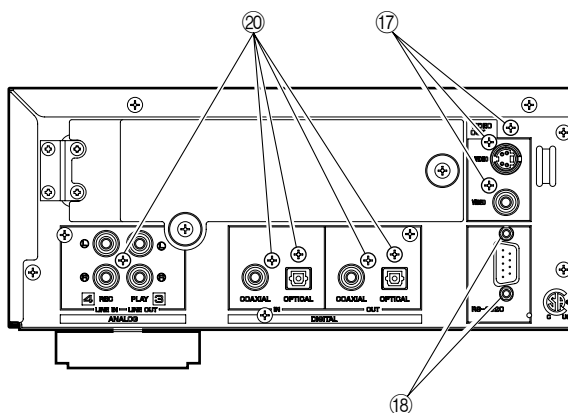

Fig. 19
- i. Remove 3 screws (17) and 2 jack screws (18). (Fig. 19)
- l. Remove 5 screws (20). (Fig. 19)
- i. 17のネジ3本、18のジャックスクリュー2本を外します。(Fig. 19)
- l. 20のネジ5本を外します。(Fig. 19)